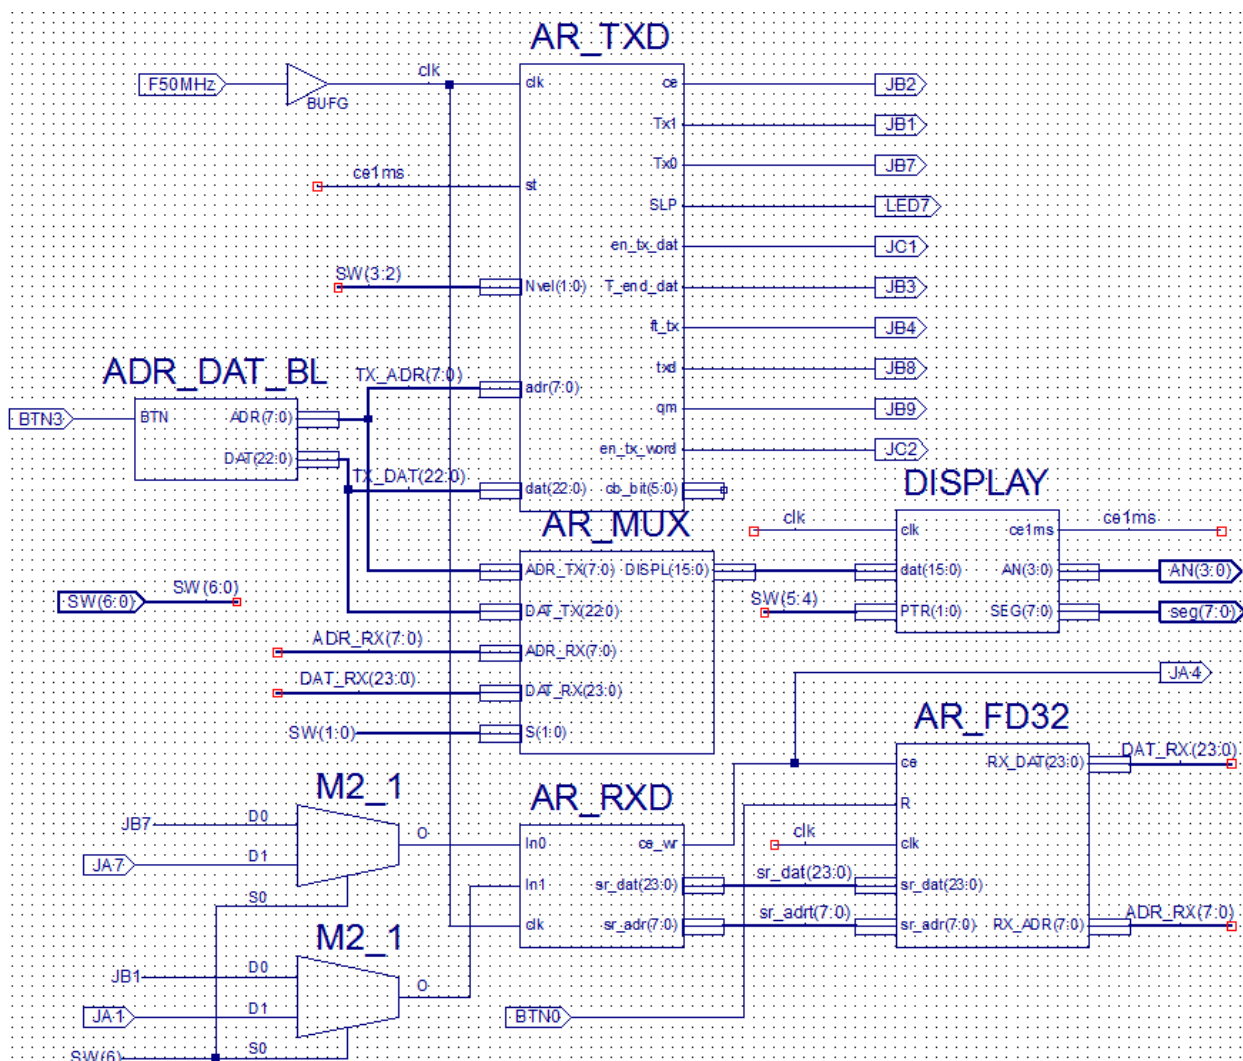

Рис.2 Пример схемы для сдачи работы
3.1 Составить схему Sch\_Lab405D. Пример такой схемы приведен на рис.2. В состав схемы должны входить: